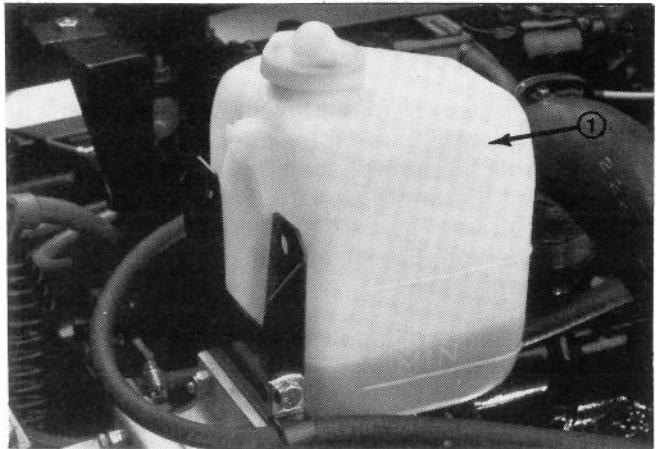

Abbildung 11
3. Den Kühlmittelstand prüfen. Der Radiator sollte bis zur Oberkante des Füllstutzens und der Ausgleichtank bis zu den zwei Markierungen (Abb. 11) auf der Seite des Tanks befüllt werden.